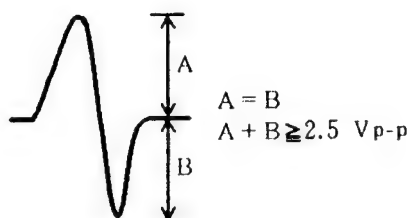

Figure 8
3. Tout en regardant l'écran de l'oscilloscope, appuyer sur la touche OUTPUT et observer la forme d'onde de la Figure 8, pendant quelques instants. Vérifier que l'amplitude atteint au moins $2,5 V_{c-c}$ et que les amplitudes positive et négative soient égales. Comme la forme ne sort que pour un moment, quand la touche OUTPUT est enclenchée, appuyer sur à plusieurs reprises sur cette touche, jusqu'à ce que la forme d'onde ait été vérifiée.